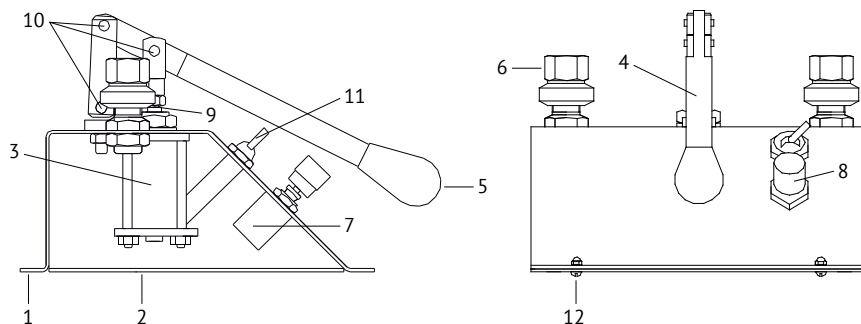

Рис. 1. Пневматическое устройство для сравнительной калибровки:
4.1 Внешний вид устройства показан на Рис. 1.
- 8.2 При ежедневном техническом обслуживании производят внешний осмотр, очищают от загрязнений и пыли сухой чистой ветошью. Проверяют наличие смазки на поверхности *штока 9 (Рис. 1)* и в *шарнирных соединениях 10*. При её отсутствие или недостаточном количестве произвести смазывание *соединений 10* консистентной смазкой ЛИТОЛ — 24 ГОСТ 21150-87, а поверхность *штока 9* консистентной силиконовой смазкой (не аэрозоль).
- 8.3.2 Открутите *винты 12 (Рис. 1)* и снимите *нижнюю крышку 2*;